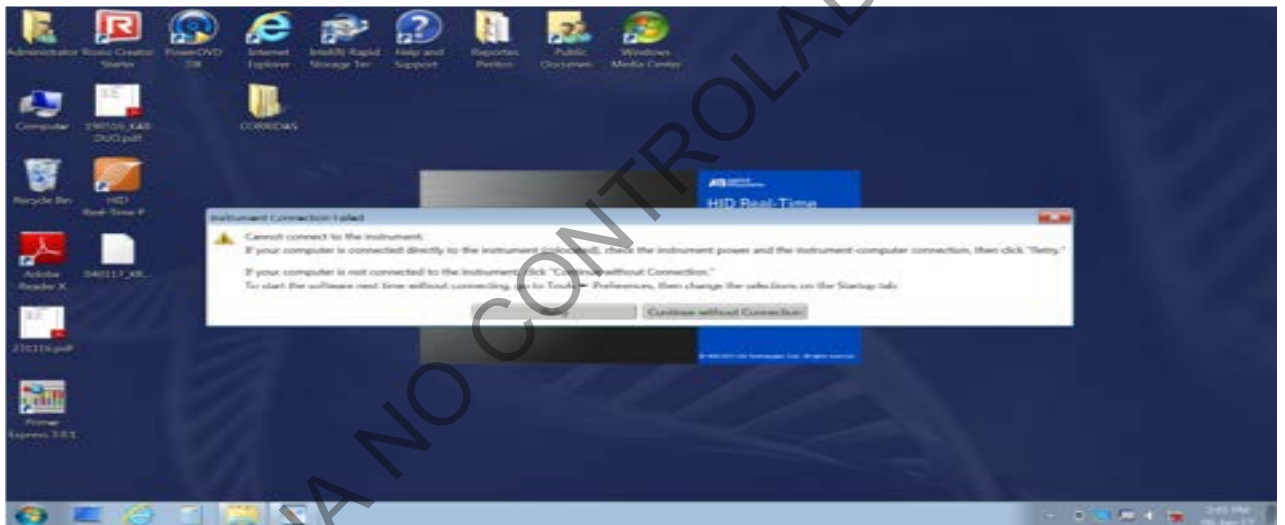

Figura 6. Cuadro de diálogo que puede presentarse como alerta del equipo.
**7.2.7** El programa puede mostrar un cuadro de dialogo como recordatorio de que una o varias calibraciones han expirado o no son válidas, (**One or More Calibrations is Expired or Not Valid**), seleccione la opción **Ignore & Continue Startup** si comprobamos que es un error del *software* o diríjase a la barra de herramientas para proceder con la calibración del equipo. Ver figura 6.